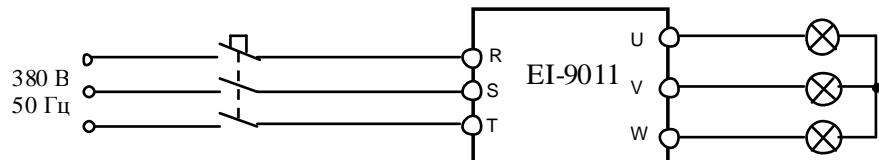

Рис. 4.24. Подключение ПЧ к сети 3ф 380В
- 4.11.1. Подключить три лампы к выходным клеммам U, V, W преобразователя частоты. Подасть питание ~380 В 3Ф (рис. 4.24).